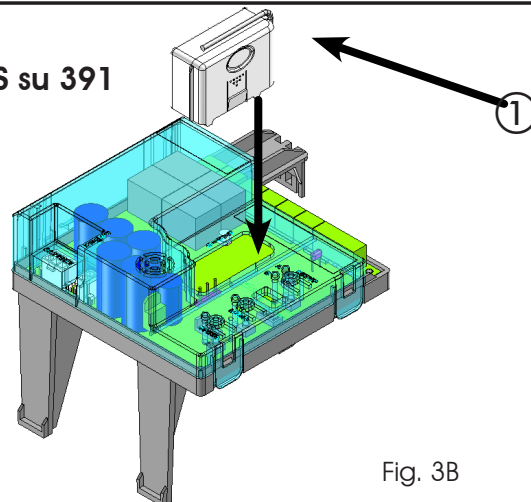
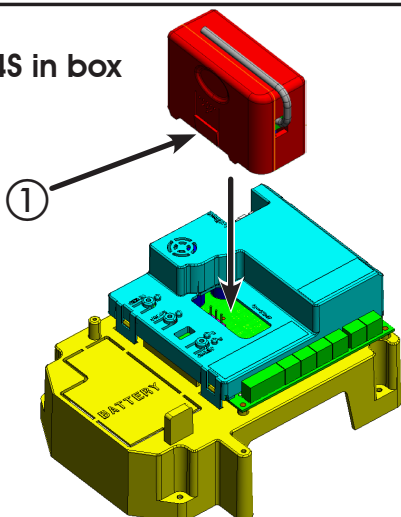

Fig. 3B
Fig. 3A
L'apparecchiatura elettronica è provvista di un sistema di decodifica (DS, SLH, LC) bi-canale integrato chiamato OMNIDEC. Questo sistema permette di memorizzare, tramite un modulo ricevente aggiuntivo (Fig. 3A rif. ① e Fig.3B rif. ①) per E024S per 391) e radiocomandi della stessa frequenza, sia l'apertura totale (OPEN A) sia l'apertura parziale (OPEN B) dell'automazione.